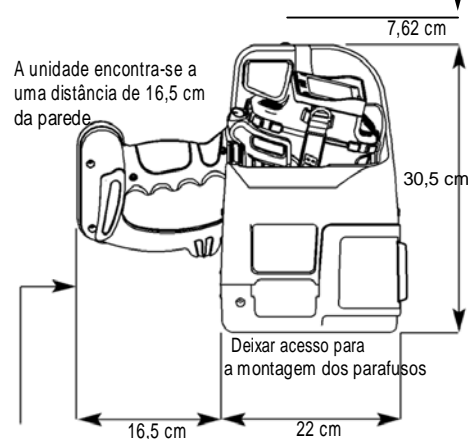

Fig. 1
**Escolha do local:** procure uma superfície plana com espaço suficiente. Lembre-se que a sua câmara poderá ter o punho montado, necessitando assim de espaço adicional. (Fig. 1). O punho sobressai do lado esquerdo. A estação de carregamento pode ser instalada em várias posições, sendo que a extremidade aberta não deve apontar para a parte dianteira ou traseira da viatura. Deixe espaço suficiente para os cabos.